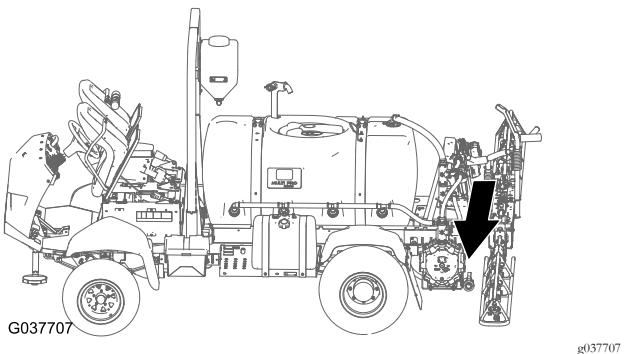
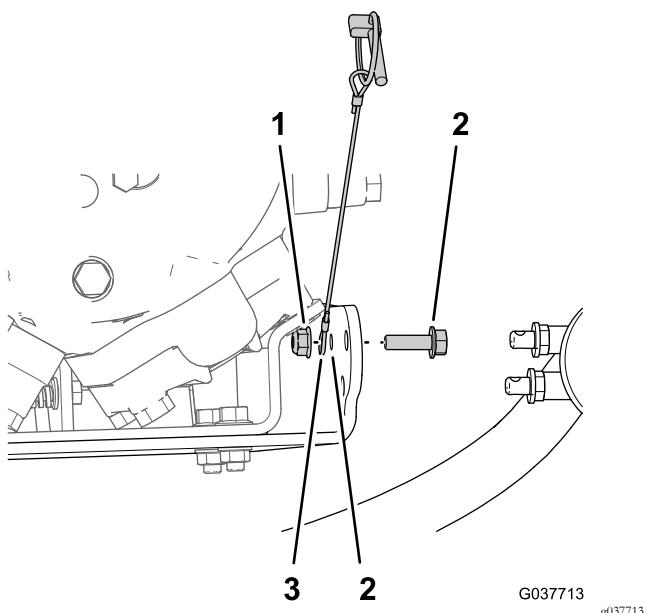

Figura 80
Figura 81
- Montate il cavo dell'acciarino, il bullone a testa flangiata (5/16 x 1 poll.) e il dado di bloccaggio flangiato (5/16 poll.) che avete rimosso al passaggio 4 di Preparazione della macchina \(pagina 5\) nel foro di 8 mm (5/16 poll.) nell'angolo posteriore esterno della staffa della pompa dell'irroratrice (Figura 80 e Figura 81).